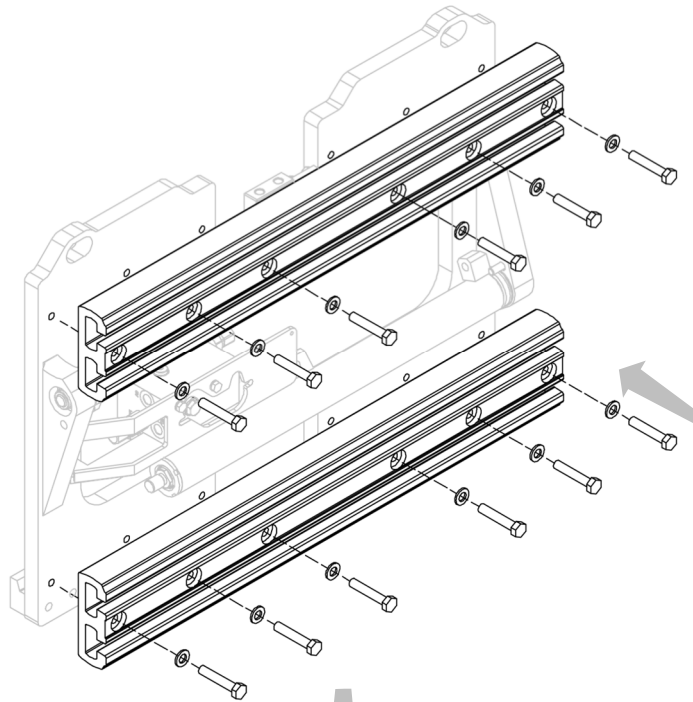

Figure 9
2. Installer, un par un, les profilés en aluminium à l'aide des vis prévues à cet effet (voir *Figure 9* et *Figure 10*).